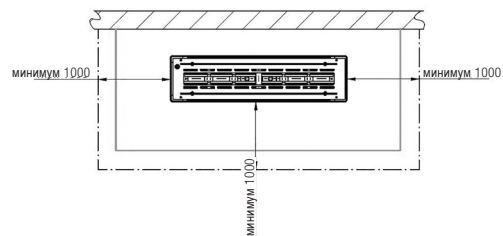

Рис. 7. Минимальные расстояния до горючих элементов конструкции
- Сбоку необходимо соблюдать минимальное расстояние 1000 мм (см. рис. 7) до горючих конструктивных элементов, мебели, декоративных элементов или занавесок для обеспечения достаточной защиты от тепла! Над мебелью с устройством ebios-fire до самого потолка комнаты (мин. 1000 мм) не должно быть никаких предметов (см. рис. 6)!